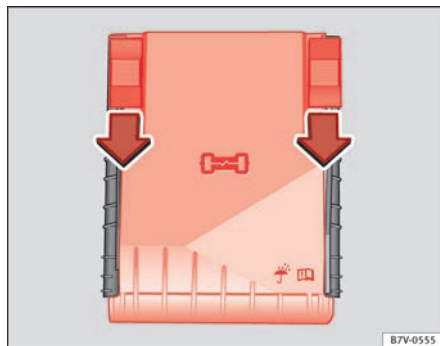

Fig. 200 No compartimento do motor: tampa da caixa de fusíveis.
- Deslocar as patilhas de bloqueio para a frente, no sentido indicado pela seta para desbloquear a tampa da caixa de fusíveis ⇒ Fig. 200.